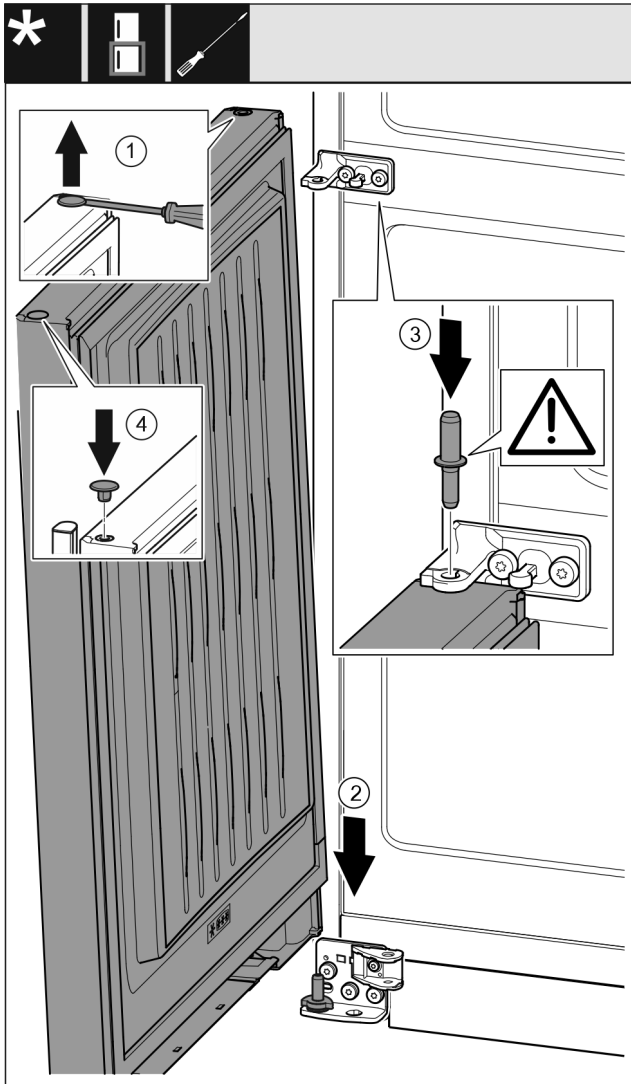

Fig. 41
- ▶ Plochým skrutkovačom opatrne nadvihnite a vyberte zátku. Fig. 41 (1)
- ▶ Dvere nasadte zhora na dolný ložiskový čap. Fig. 41 (2)
- ▶ Ložiskový čap v strede nasadte cez ložiskovú konzolu v strede do dolných dverí. Dbajte pritom na to, aby zaistovací doraz ukazoval smerom dozadu. Fig. 41 (3)
- ▶ Zátku opäť nasadte na druhú stranu dverí. Fig. 41 (4)